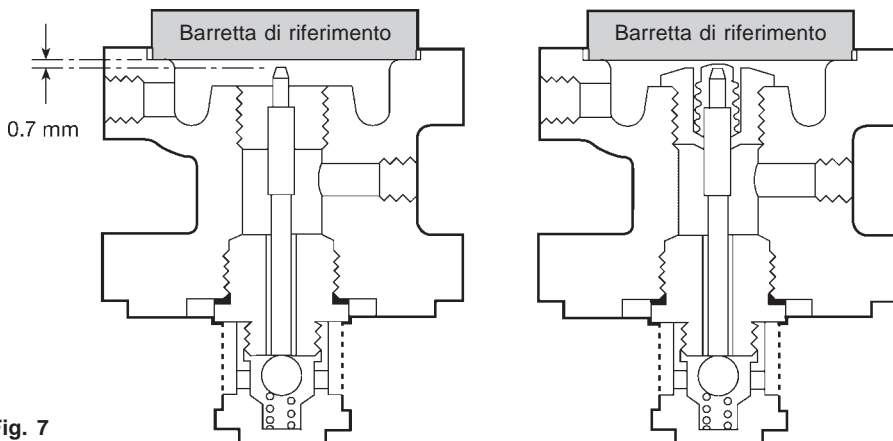

Fig. 7
2. Allentare il dato di bloccaggio (2) e ruotare la vite di regolazione (1) in senso antiorario fino a scaricare completamente la molla di regolazione.
3. Sfilare la rondella a "C" (3) da sotto il dado di blocco e togliere il coperchio di protezione (12).
4. Rimuovere la molla (6) ed il piattello spingi molla superiore (5).
5. Svitare i 4 dadi M10 (8) e togliere la custodia della molla (4), il piattello inferiore della molla (7) ed i diaframmi pilota (9).
7. Svitare i dadi (21) e togliere la camera del pilota (10) avendo cura di controllare che la molla (16) dell'otturatore principale rimanga correttamente posizionata sulla sommità dell'otturatore (17).
8. Svitare il gruppo sede / otturatore pilota (13), che comprende il filtro integrale di protezione (14), utilizzando una chiave a tubo da 27 mm; togliere anche l'asta del pilota (11).
9. Svitare il gruppo soffiutto di tenuta (31) utilizzando una chiave a tubo da 24 mm. Se necessario sostituire il gruppo soffiutto di tenuta.
10. Avendo rimosso il soffiutto di tenuta, posizionare il nuovo gruppo valvola pilota (13) avvitandolo e serrandolo con una coppia pari a 115 N m.
11. Inserire dall'alto e posizionare l'asta del pilota (11) e controllare che rimanga un gioco di 0,7 mm tra la sommità dell'asta ed il bordo diritto di una barretta di riferimento posizionata sulla cavità di alloggiamento dei diaframmi (vedere fig. 7).
13. Controllare nuovamente con il bordo diritto di una barretta di riferimento che con la parte superiore del soffiutto premuta leggermente sulla parte superiore dell'asta vi sia un leggero gioco, una semplice linea di luce fra il bordo diritto e la parte superiore del soffiutto (vedere fig. 7).
14. Prima di rimontare la valvola, assicurarsi che i piani di serraggio delle guarnizioni sia lato blocco pilota che corpo valvola siano perfettamente puliti e che la molla (16) della valvola principale sia posizionata correttamente sulla testa dell'otturatore.
15. Montare una nuova guarnizione (15) e fissare il blocco della valvola pilota sul corpo mediante i dadi (21). Serrare i dadi con la coppia indicata in tabella 1.